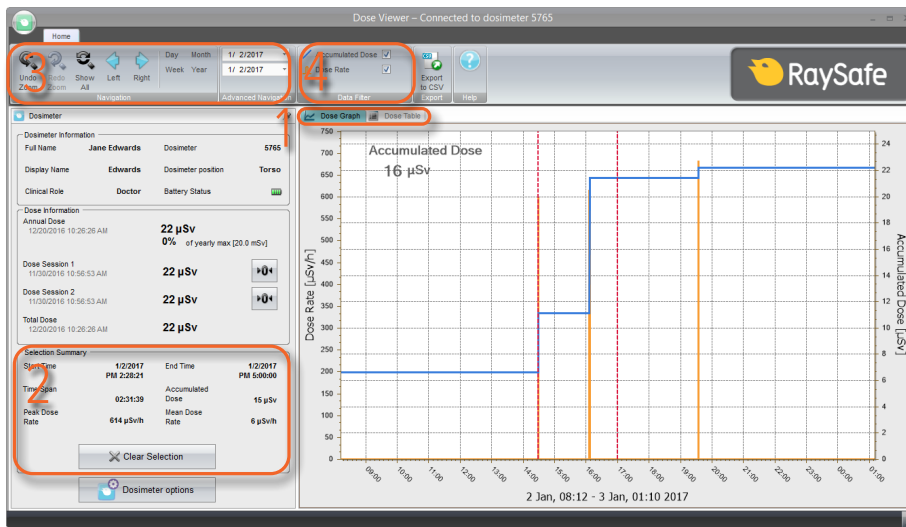

Abbildung 4. Werkzeuge zur Anzeige der Dosisdaten
Wenn ein Dosimeter angeschlossen ist, kann dessen Dosisverlauf immer als Diagramm oder als Tabelle angezeigt werden. Mit den Registerkarten (1 in Abbildung 4) kann zwischen den Ansichten umgeschaltet werden.
Sie können einen Zeitraum auswählen, indem Sie die Umschalttaste gedrückt halten und im Diagramm mit der linken Maustaste klicken und ziehen. Um einen Zeitraum auszuwählen, klicken Sie in der Tabelle auf eine Zeile, drücken Sie die Umschalttaste und klicken Sie auf eine andere Zeile. Auf der linken Seite wird eine Übersichtsdarstellung des Zeitraums angezeigt (2 in Abbildung 4).
Wählen Sie mithilfe des Navigationsbereichs eine Zeitspanne, die Sie anzeigen möchten (3 in Abbildung 4): das aktuelle *Datum*, die *Woche*, den *Monat*, das *Jahr* oder ein Beginn- und Enddatum. Sie können durch einfaches Klicken und Ziehen auch in dem Diagramm zoomen. Drücken Sie *Alle anzeigen*, um alle Dosisverläufe anzuzeigen, die im Dosimeter gespeichert sind.
- *Akkumulierte Dosis*: Blaue Linie mit Skala auf der rechten vertikalen Achse. (4 in Abbildung 4)
- *Dosisleistung*: Orange Linie mit Skala auf der linken vertikalen Achse. Einzelmesswerte für die Dosisleistung werden, sofern verfügbar, einmal pro Sekunde angezeigt, ansonsten als durchschnittliche Dosisleistung pro Stunde. (4 in Abbildung 4)